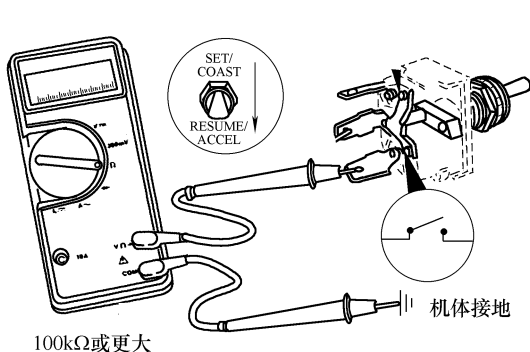

图 5-142 将开关拨到上部或下部测量下部端子与机体间的电阻, 均为开路电阻
② 将开关拨到恢复/加速位置, 测量下部端子与机体间电阻, 应大于 $100k\Omega$; 再将开关拨到设置/滑行位置, 万用表也应显示开路, 电阻大于 $100k\Omega$, 如图 5-142 所示。如果电路不是开路, 说明开关存在故障, 应当进行维修。